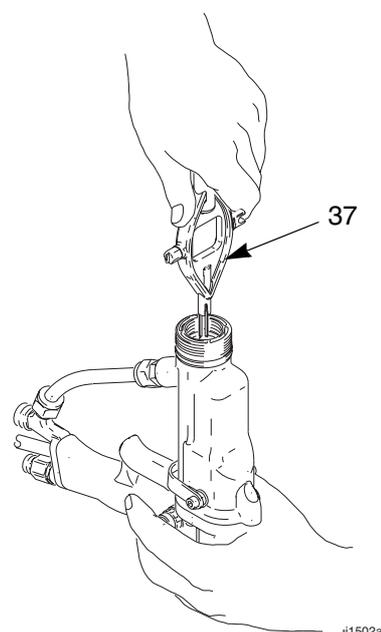

Abb. 12. Auswechseln der Elektrode
3. Die Elektrode (29) mit dem Multifunktionswerkzeug (37) abschrauben. Das Ende der Packungsstange (26h) halten, damit sie sich nicht drehen kann; Abb. 12.